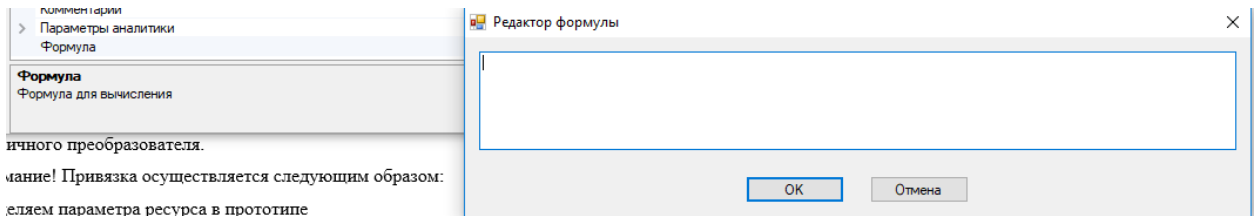

Рисунок 141. Ввод формулы
- Формула. При выборе параметра открывается дополнительное окно (рисунок 141).